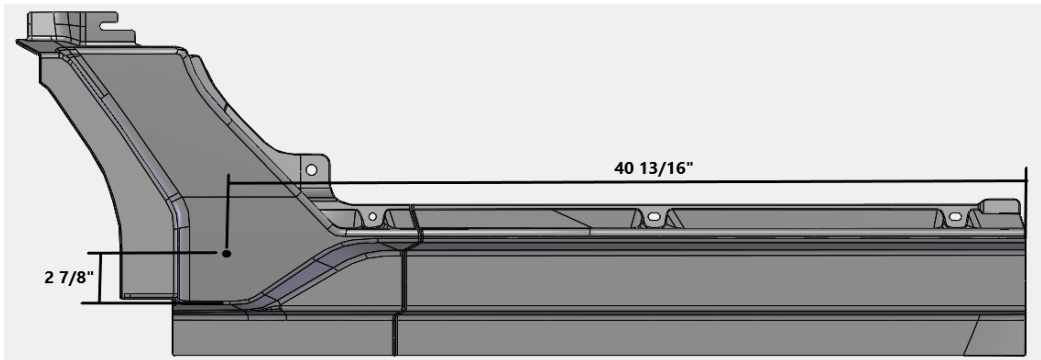

Fig. 1 – Référence pour l'étape 3 (Côté conducteur illustré)
3. Percez un trou de 9/32" à 40 13/16" de l'extrémité arrière du panneau de bas de caisse et à 2 7/8" du bas du panneau de bas de caisse pour passer le goujon de 1/4" au travers, comme indiqué à la figure 1.